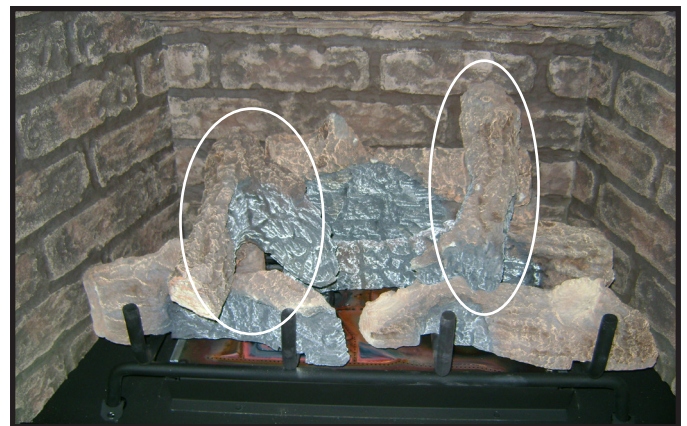

Figure 4.6 Retrait des deux bûches du dessus
4. Retirez les deux bûches du dessus de l'assemblage bûche/grille. Ces bûches ne sont pas fixées à l'assemblage avec des vis. Voir la figure 4.6.